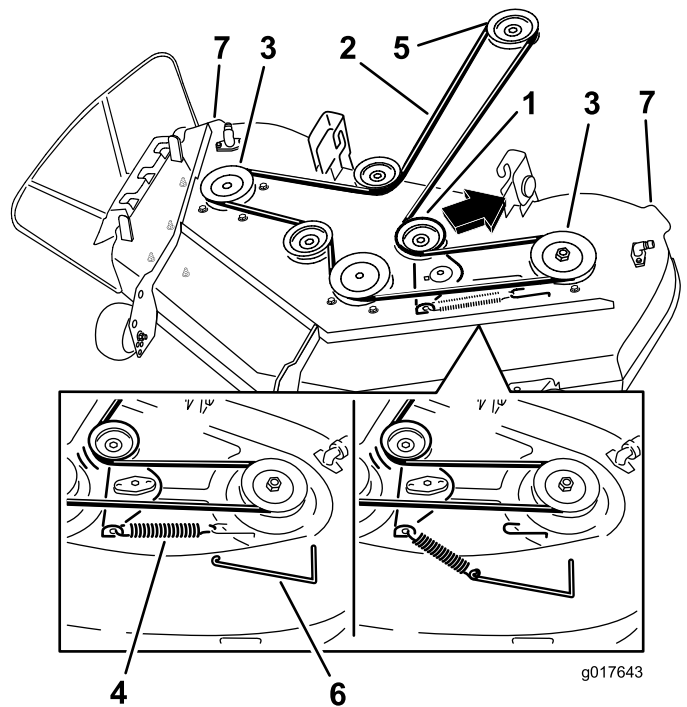

Figura 60
4. Usando una herramienta para la retirada de muelles (Pieza Toro N° 92-5771), retire el muelle tensor del gancho de la carcasa para eliminar la tensión de la polea tensora, y retire la correa de las poleas (Figura 60).
5. Enrute la correa nueva alrededor de las poleas del motor y del cortacésped (Figura 60).
6. Usando una herramienta para la retirada de muelles (Pieza Toro N° 92-5771), instale el muelle tensor sobre el gancho de la carcasa y tense la polea tensora y la correa (Figura 60).